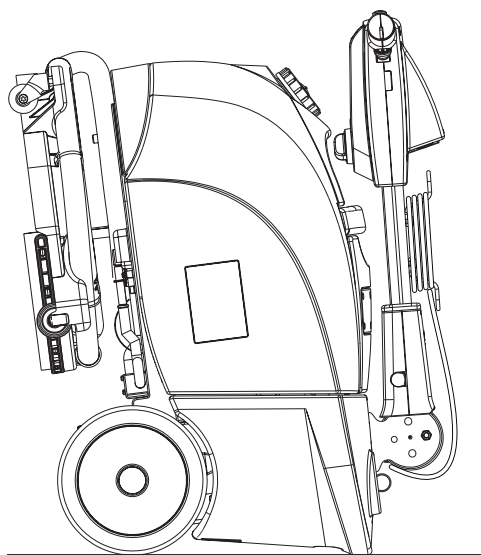

Figura 4
2. Abrir la tapa (4) y desconectar el conector de la batería (7).
4. Para proteger el cepillo y los cauchos de la boquilla doblar el manillar (2) adelante y aparcarse la máquina como indicado en la figura 4.